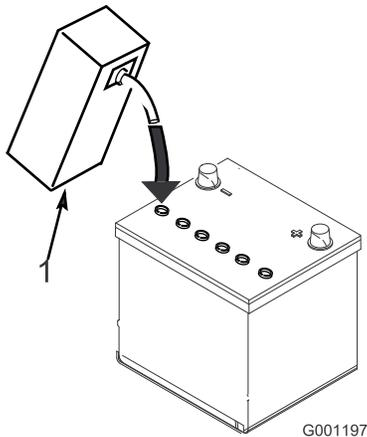

図 4
3. 各セルの電極板が液面下 6mm程度に水没するまで、電解液を慎重に入れる 図 4。
4. 電極板が液を吸収するまで2030分間程度待つ。必要に応じて、電極板が 6mm程度水没するぐらいに電解液を補充する 図 4。